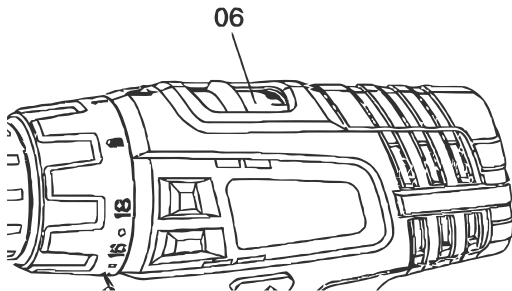

Fig. 8 – Botón selector de velocidad
Además del ajuste de velocidad a través de la presión del interruptor de accionamiento, los atornilladores de la familia PFV VONDER poseen un botón selector de velocidad (6) ubicado en la parte superior de la máquina, Fig. 8.